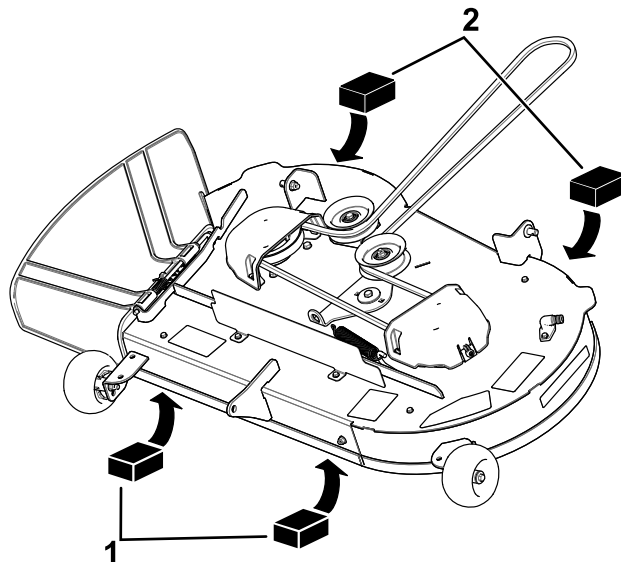
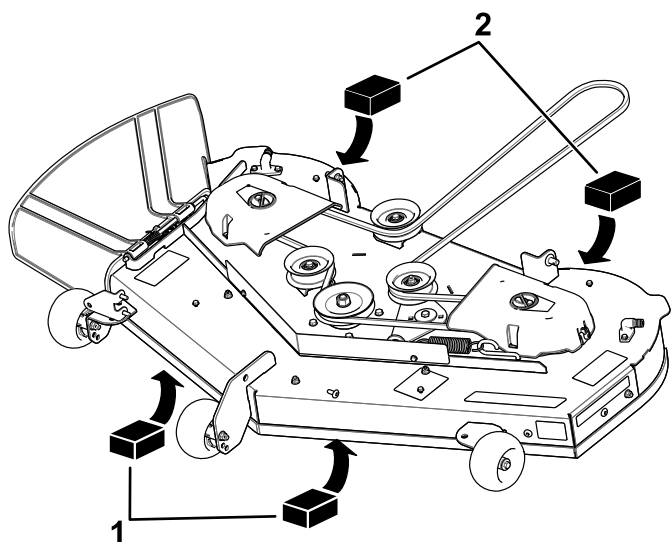

Рисунок 68
Рисунок 69
4. Установите 2 подставки толщиной по 6,6 см под каждую сторону передней кромки деки, но не под кронштейны защитных валиков (Рисунок 68 или Рисунок 69).
5. Установите 2 подставки толщиной по 7,3 см под заднюю кромку фартука режущей деки, по одной на каждую сторону режущей деки (Рисунок 68 или Рисунок 69).